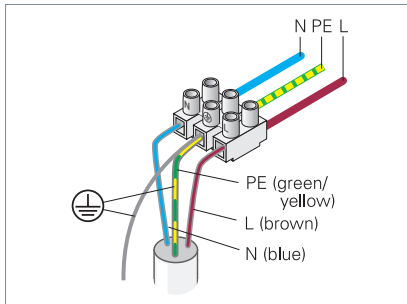

Fig. 7: Leuchte mit Sensorik anschließen.
- ▶ Schließen Sie das Drahtseil an der Anschlussseite der Leuchte an die Schutzleiterklemme an, siehe Fig. 7.